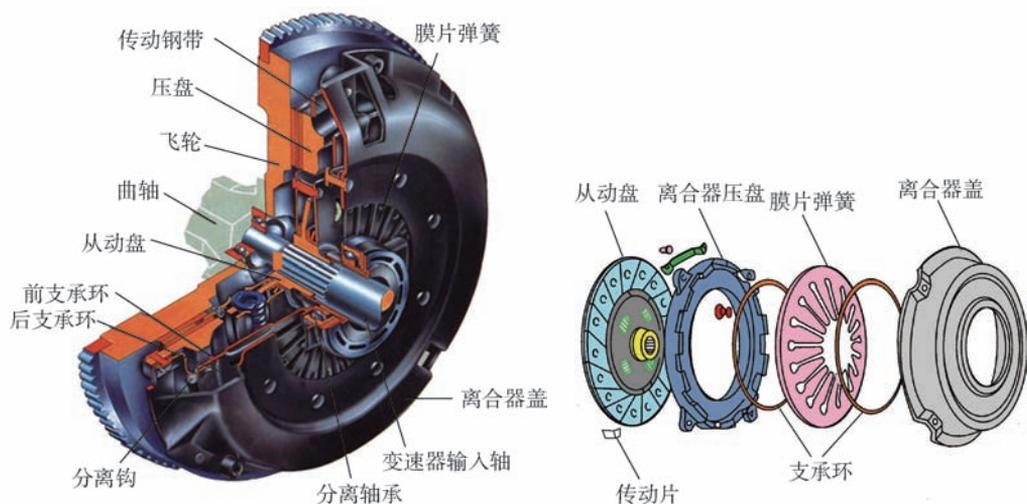

图 2-4 膜片弹簧式离合器的构造
(1) 结构。膜片弹簧式离合器在轿车、轻型和中型车辆上应用较多，其构造如图 2-4 所示。